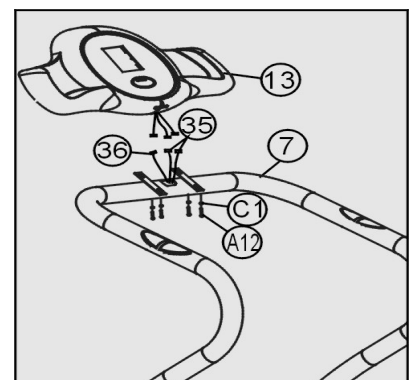

Figure 4
1. Anslut elkabel 2 (36) och pulskabel 2 (35) från handtagsstödet (7) med kablarna från datorn (13). Mata in överflödigt kabel i öppningen på datorn eller handtagsstödet. (Se fig. 4)
2. Sätt fast datorn (13) på handtagsstödet (7) med 4 set bult ST4.2*16 (A12) och bricka Φ 4 (C1). (Se fig 4)